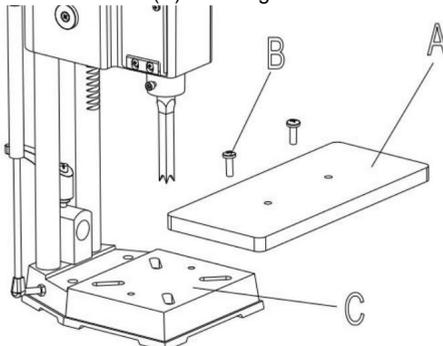

Fig. 6
1. Sätt ihop bordet (A) Fig. 6, till basen med hjälp av de två M6x1x35 mm platta huvudena skruvar (B) Sätt i de två skruvarna (B) i de två hålen (D) i tabell (A). Placera två T-muttrar (C) i skårorna (E) i botten av basen och dra åt de två skruvarna (B) i de två T-muttrarna (C) ordentligt.
2. Bordet (A) Fig. 6, kan flyttas in eller ut genom att lossa de två skruvarna (B), och placera om bordet och sedan dra åt skruvarna (B).